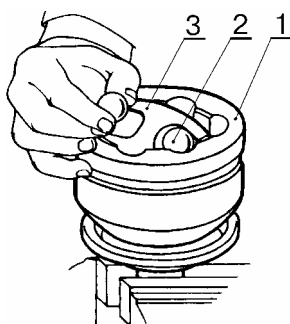

Рис.3.
- установить наружный шарнир 1, рис.3, в тиски, наклонить обойму с сепаратором 3 и извлечь шарики 2, выталкивая их поочередно с помощью отвертки из гнезд сепаратора (тиски слесарные с алюминиевыми накладками, отвертка плоская);